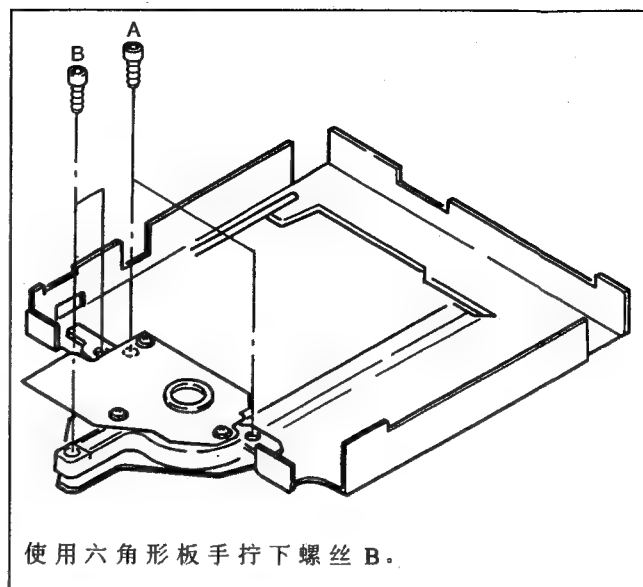

图 3-3 更换唱片马达
1. 进行唱片马达组装时，请在牢靠地拧紧 2 个螺丝 A（参看图 3-3）后，安装 2 个螺丝 B（调节螺丝）。